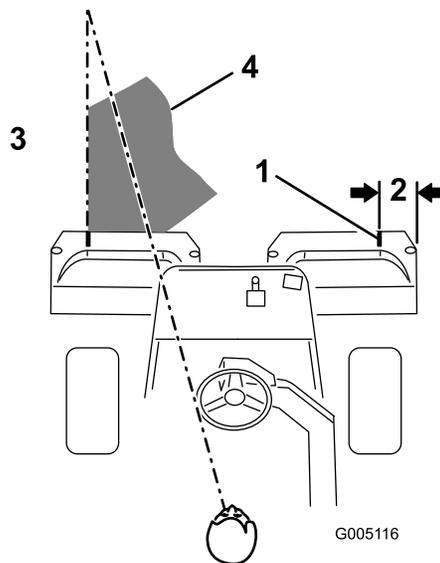

図 24
**注** グリーン内をぶれずにきれいに直進し、刈り込みの済んだ列との距離を一定に保つて走るためには、車体前方 1.8 から 3 m のところに視線を置いて、刈り込み済みの済んでいる列にラインを合わせるようにするのがコツです **図 24**。ハンドルを目印にして距離を合わせても良いでしょう。その場合、ハンドルの縁と本機前方の目標ラインとを重ねて見ながら運転します。